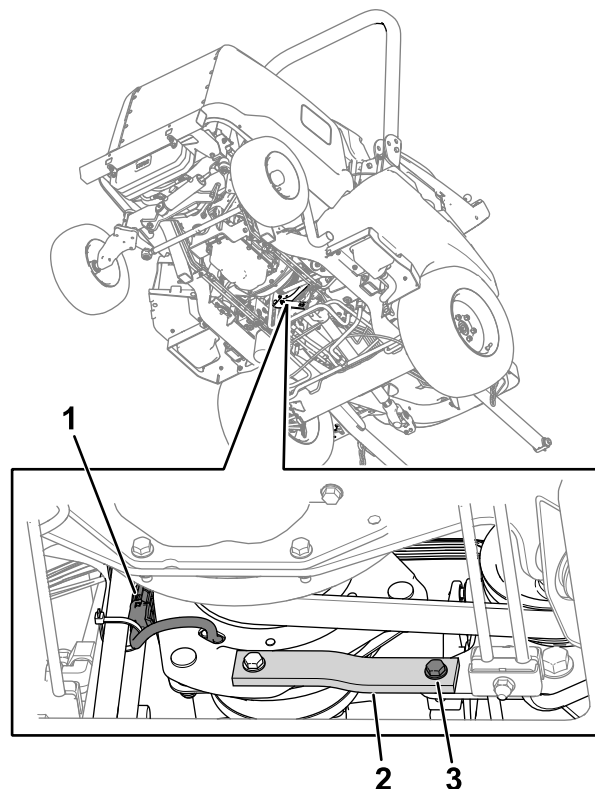

Figura 75
2. Scollegate il connettore del cablaggio preassemblato della frizione dal cablaggio preassemblato della macchina (Figura 75).
3. Rimuovete il bullone, la rondella e il dado dai cinghiali in gomma e in metallo (Figura 75) sul telaio.